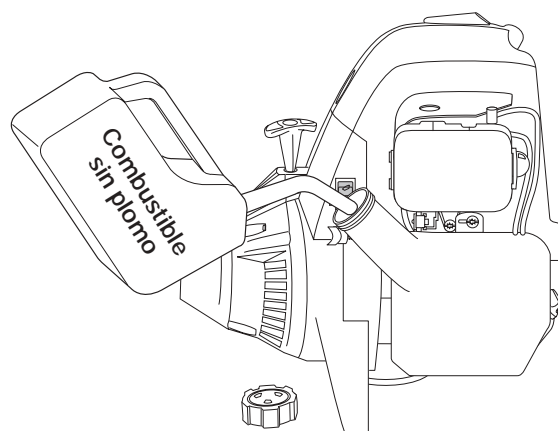

Fig. 19
1. Saque la tapa de la gasolina (Fig. 19).
2. Coloque el pico del recipiente de gasolina en el orificio de llenado del tanque de gasolina (Fig. 19) y llene el tanque.